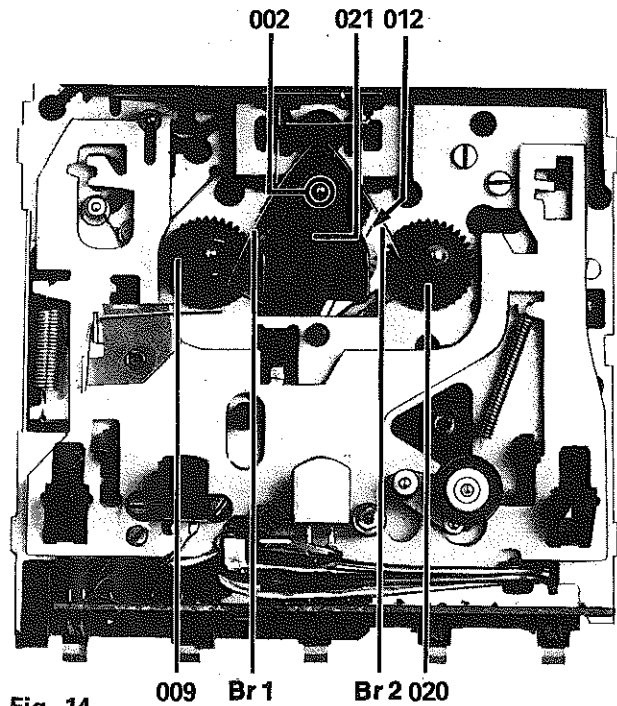

Fig. 14
22. Remplacement du levier avance et retour rapides (Fig. 14)
23. Réglage du freinage de base en avance et retour rapides (Fig. 14)